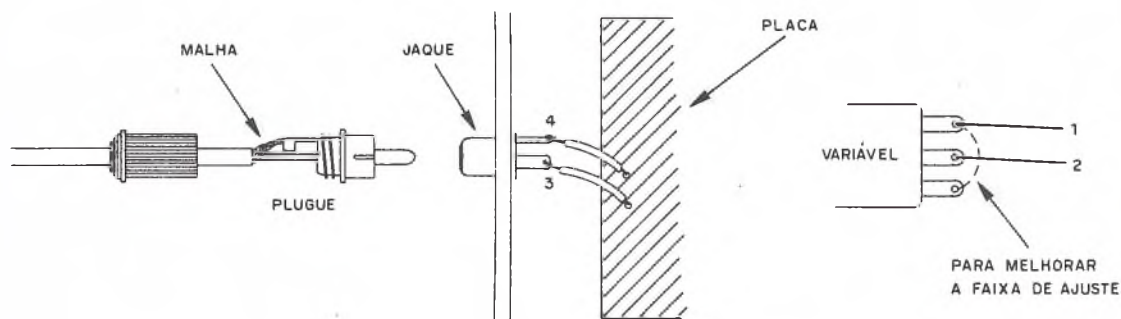

FIGURA 16
b) Para a soldagem do plugue RCA no cabo blindado da bobina exploradora você deve observar que o condutor central vai ao pino e a malha que serve de blindagem vai a parte externa (figura 16).